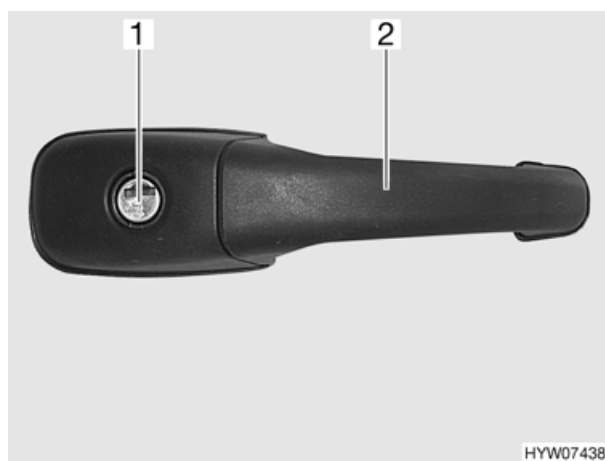

Fig. 13 Serratura della porta di ingresso, lato esterno
- Inserire la chiave nel cilindro della serratura (Fig. 13,1) e girare in senso orario, fino a quando la serratura della porta si sblocca.
- Tirare la maniglia (Fig. 13,2) e aprire la porta.